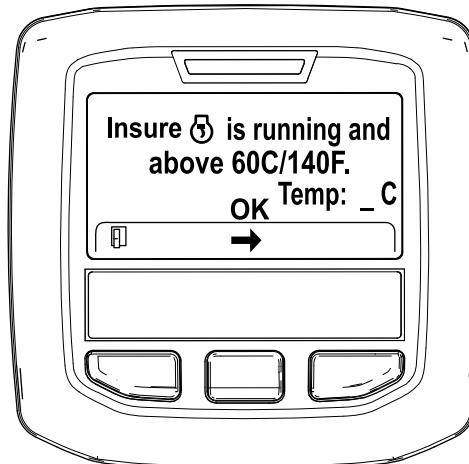

Рисунок 34
5. Если температура охлаждающей жидкости ниже 60 °C (140 °F), появится сообщение "Insure is running and above 60C/140F" («Убедитесь в том, что двигатель работает и температура выше 60 °C / 140 °F»). (Рисунок 34).